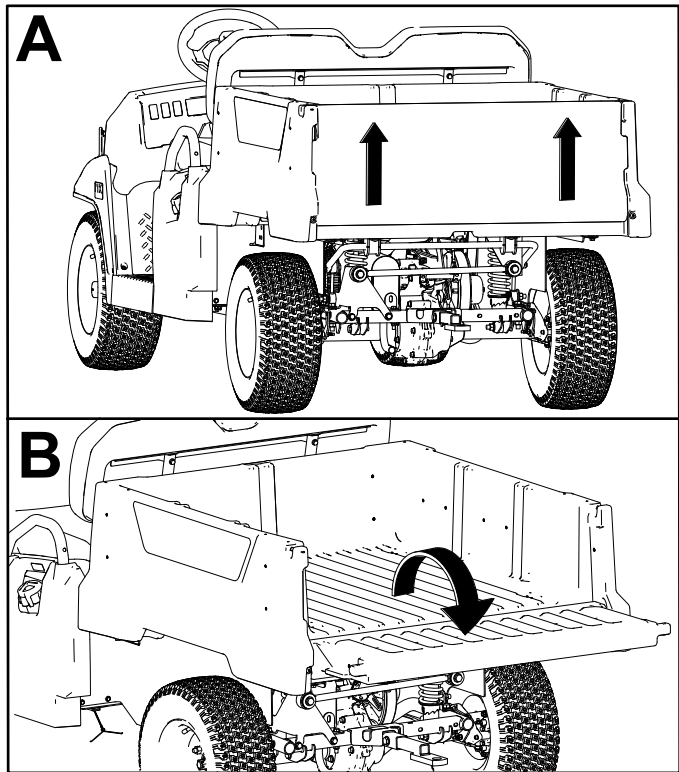

Figure 19
2. Soulevez le hayon des deux mains en le prenant par le bord supérieur (Figure 19).
3. Baissez le hayon jusqu'à ce qu'il soit au même niveau que le fond du plateau de chargement (Figure 19).